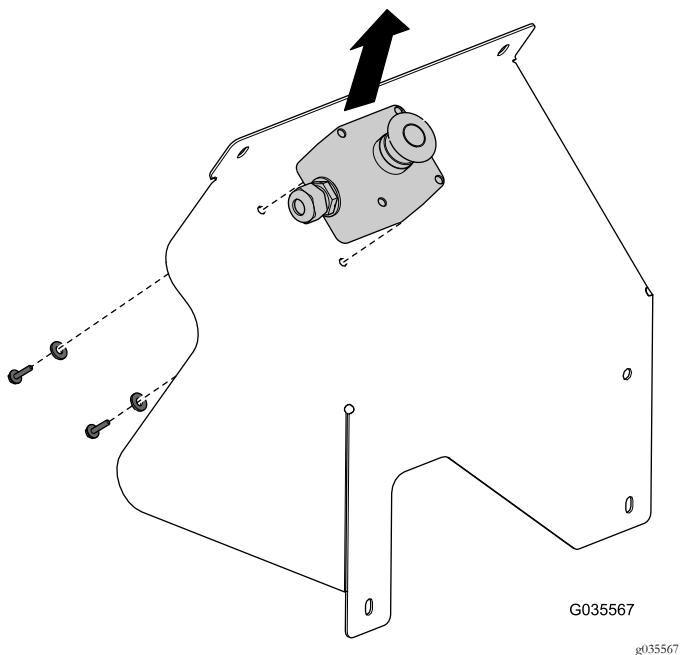

Рисунок 2
- Снимите кнопку аварийного останова в сборе с крышки (Рисунок 2).